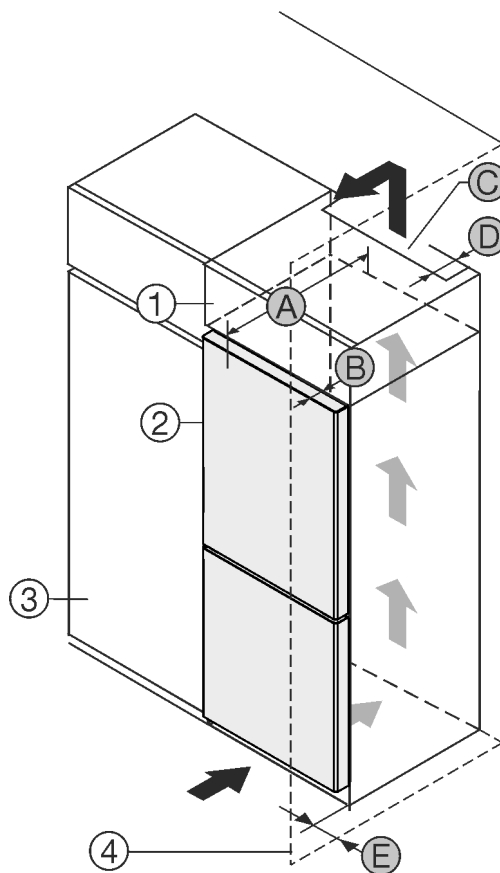

Fig. 1
Jūs varat uzstādīt ierīci tieši blakus virtuves skapim *Fig. 1 (3)*.\*
Uzliekamā skapīša aizmugurē jābūt ventilācijas spraugai ar dziļumu *Fig. 1 (D)* visa uzliekamā skapīša platumā.\*
Zem telpas grieztiem jāievēro ventilēšanas šķērsriezums *Fig. 1 (C)*.\*
Ja jūs uzstādāt ierīci ar eņģēm blakus sienai *Fig. 1 (4)*, tad atstatumam starp ierīci un sienu jābūt vismaz 13 mm.\*
Ja jūs uzstādāt ierīci ar eņģēm blakus sienai *Fig. 1 (4)*, tad atstatumam starp ierīci un sienu jābūt vismaz 20 mm.\*
Lai jūs varētu pilnīgi atvērt durvis, ierīcei jābūt izvirzītai par durvju dziļumu *Fig. 1 (B)* attiecībā pret virtuves skapja priekšdaļu. Atkarībā no virtuves skapju *Fig. 1 (3)* dziļuma un sienas spraišļu izmantošanas ierīce var būt vairāk izvirzīta.\*